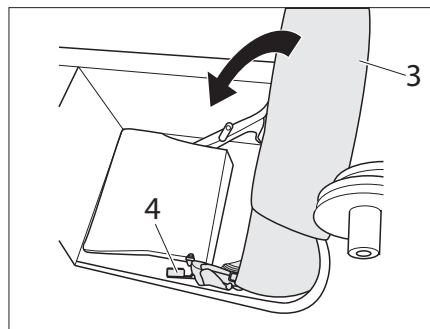

Fig. 223 Mueva el respaldo del asiento hacia atrás en la caja de almacenamiento
- Accionar la palanca 2 (Fig. 223,4) y mover el respaldo del asiento (Fig. 223,3) en la caja de almacenamiento.